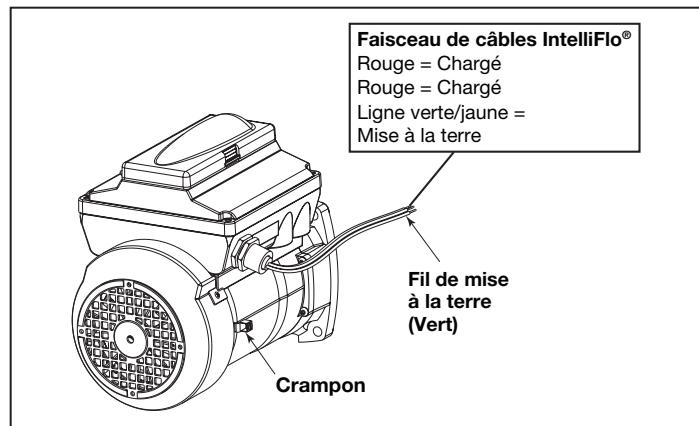

Figure 11. Mise à la masse externe Pentair
6. Mettez le moteur à la terre de façon permanente à l'aide du fil vert de mise à la terre, comme indiqué à la figure 11. Utilisez la bonne dimension et le bon type de fil, tel que précisé par le National Electric Code® (NEC®) et le Code canadien de l'électricité (CEC®). Assurez-vous que le fil de mise à la terre est connecté à la masse d'un service électrique.
7. Reliez le moteur à la structure de la piscine conformément au National Electric Code (NEC) et au Code canadien de l'électricité (CEC). Utilisez un conducteur en cuivre massif de calibre 8 AWG ou supérieur (US). Faites passer un fil du crampone externe à la structure de mise à la masse de la piscine, comme indiqué à la figure 11.
8. Connectez les fils rouge et noir de la pompe aux deux connexions côté ligne sur le relais de la pompe de filtration, comme illustré à la Figure 11.